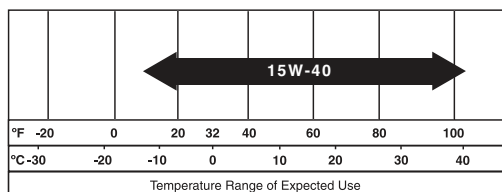

FIGURE 17: Valeurs de viscosité recommandées
- Remplissez le contenant de remplissage de l'huile (compris) avec la quantité d'huile neuve (n'utilisez pas d'huile usée) nécessaire. (Voir la Figure 17 pour les valeurs de viscosité recommandées.)